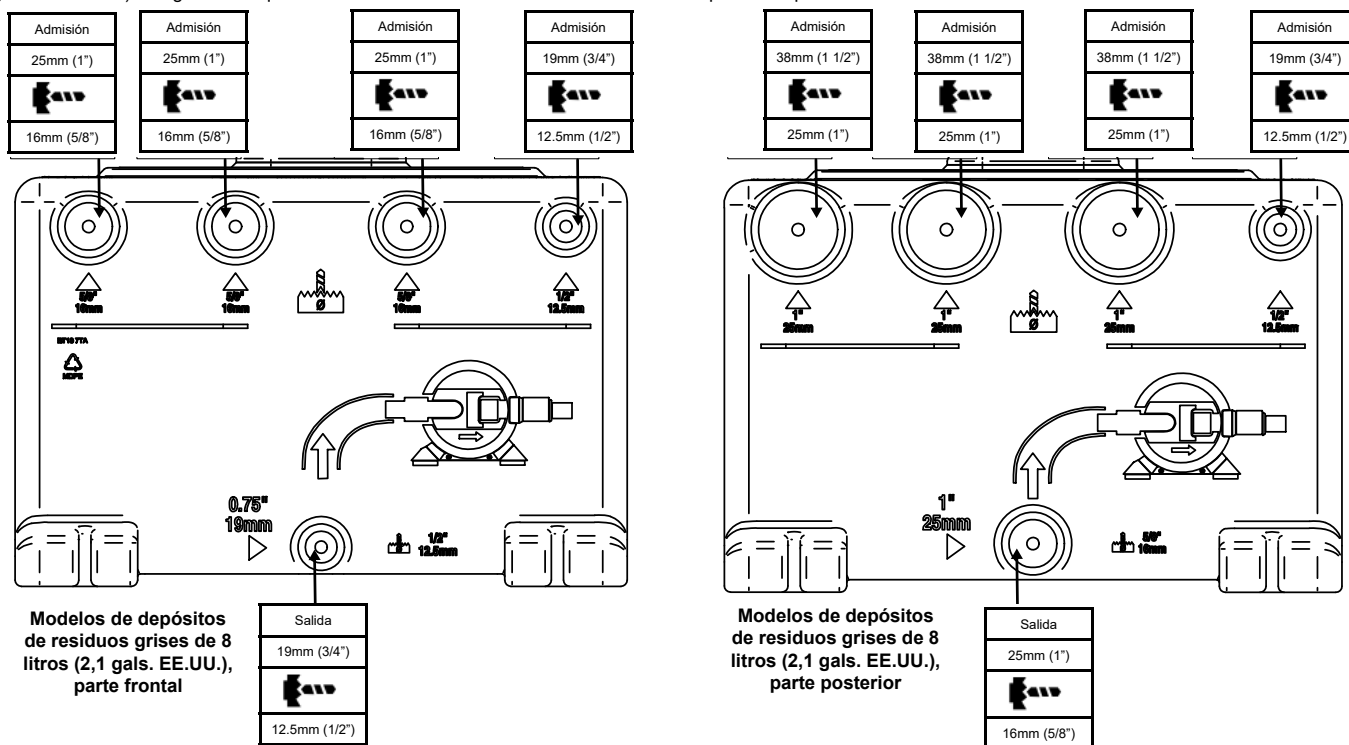

Figura 3. Tamaños de puerto y diámetros de taladro recomendados para modelos de depósitos de residuos grises de 8 litros (2,1 gals. EE.UU.)
**Paso 1: Taladre solo los puertos que vayan a ser utilizados en la instalación.** En la Figura 3 se muestran los tamaños de puertos y los diámetros recomendados de taladro para modelos de depósitos de 8 l (2,1 galones EE.UU.), y en la Figura 4 se muestran para modelos de depósitos de 16 l (4,2 galones EE.UU.) y 20 l (5,3 galones EE.UU.). Asegúrese de que se retiren todas las virutas desde el interior del depósito después de taladrar.